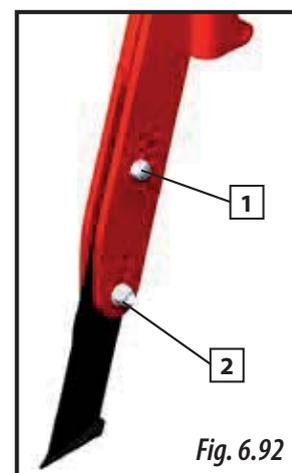
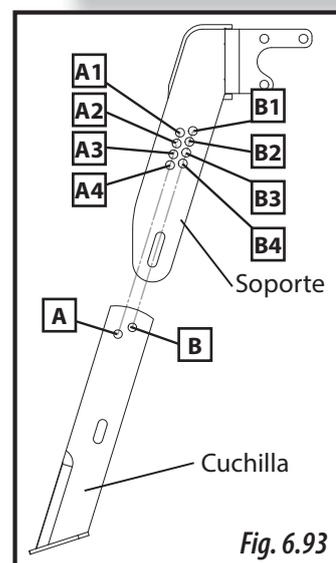

Fig. 6.92
Fig. 6.93
- 1- Sacar la tuerca y el tornillo de posicionamiento (1, Fig. 6.92).
- 2- Aflojar la tuerca y el tornillo de fijación (2, Fig. 6.92).
- 3- Colocar la cuchilla a la altura deseada, ajustar la altura hasta encajar uno de los agujeros (A o B, Fig.6.93) con otro agujero.
El tornillo de fijación (1, fig. 6.93) debe colocarse en la misma letra para la cuchilla como para el soporte. Las posiciones **A y B NO SON INTERCAMBIABLES**. Véase la tabla siguiente y la imagen 6.93, para ajustar la profundidad de la cuchilla según sea la posición del tornillo de posicionamiento (1, Fig. 6.92).